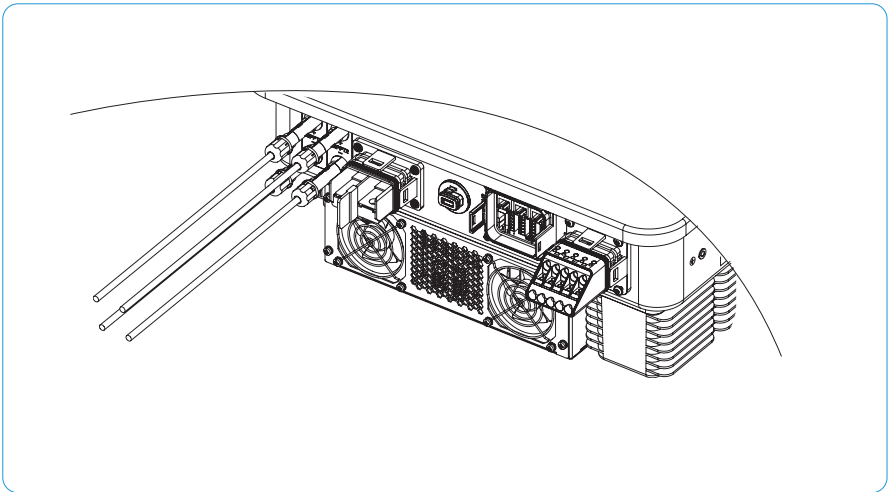

Figura 5-9
① Înainte de asamblarea conectorului DC, asigurați-vă că polaritatea cablului este corectă.
② Utilizați un multimetru pentru a măsura tensiunea șirului de intrare DC, verificați polaritatea cablului de intrare DC și asigurați-vă că tensiunea fiecărui șir este sub 600V.
7) Introduceți conectorii pozitiv și negativ în bornele de intrare DC ale invertorului; un sunet „click” indică fixarea corectă, așa cum este prezentat în Figura 5-9.